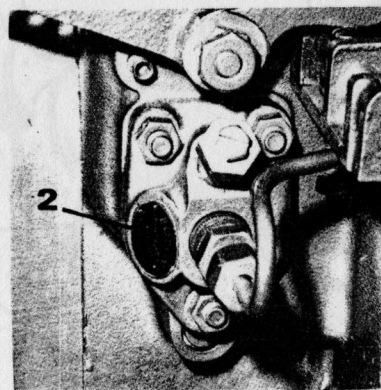

Fig. A 4
2.2. POMPE A INJECTION (fig. A 4)
2.2. INJECTION PUMP (fig. A 4)